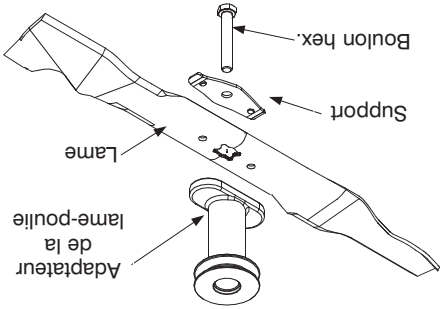

Figure 13
- Enlevez le boulon qui maintient la lame et l'adaptateur de la lame-pouille sur le vilebrequin. Dégagez l'ensemble de la pouille et le support de la lame du vilebrequin. Voir la Figure 13.